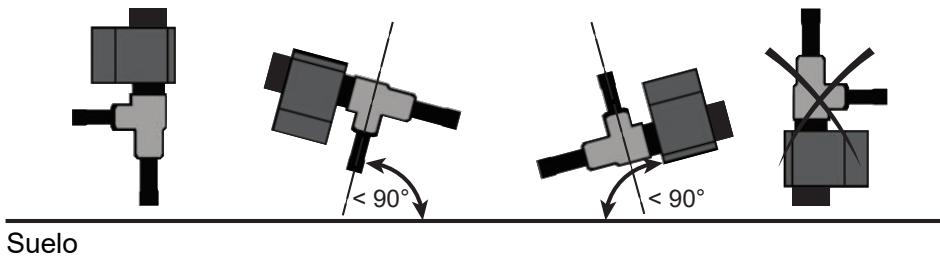

Fig. 2. Posición de la válvula
3. Coloque la válvula como se indica (véase la fig. 2). La bobina no debe estar orientada hacia abajo. No es necesario desmontar la válvula durante la soldadura.
(2) Ver Fig.2